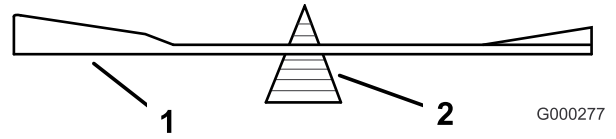

Figura 94
2. Verifique el equilibrio de la cuchilla colocándola sobre un equilibrador de cuchillas (Figura 94).
3. Si la cuchilla no está equilibrada, rebaje algo el metal en la parte de la vela solamente con una lima (Figura 94).